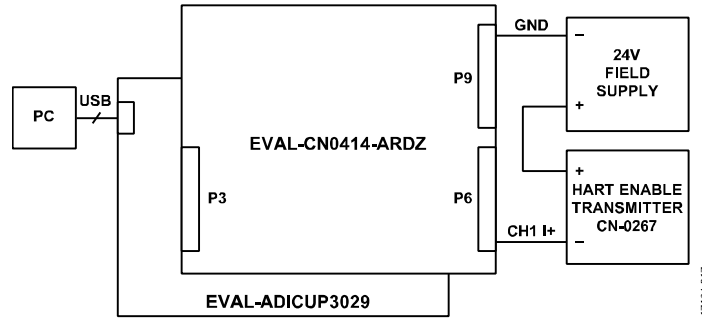

图15. HART设置示例
4. 连接HART信号源。CN-0267电路（具有HART接口的完整4 mA至20 mA环路供电现场仪表）可以如图15所示进行连接，轻松实现HART物理层功能测